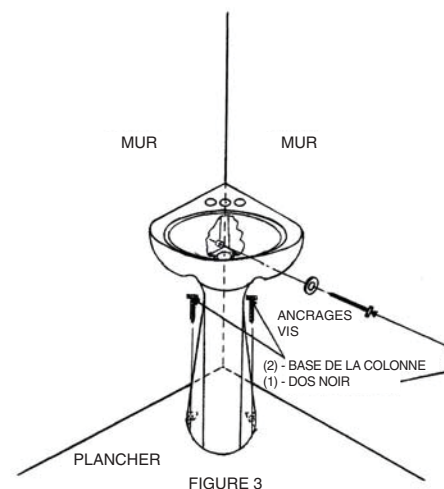

FIGURE 3
7. Positionner la base de la colonne à l'aide de l'encoche encastrée sous le lavabo comme repère. L'arrière de la colonne doit être à la verticale et éloigné de la surface du mur. Voir la FIGURE 3.
Replacer le lavabo et le fixer au mur à l'aide du boulon fourni à cette fin. Le trou d'ancrage se trouve à la base du lavabo, près du coin arrière, selon ce qui est illustré à la **FIGURE 3**.